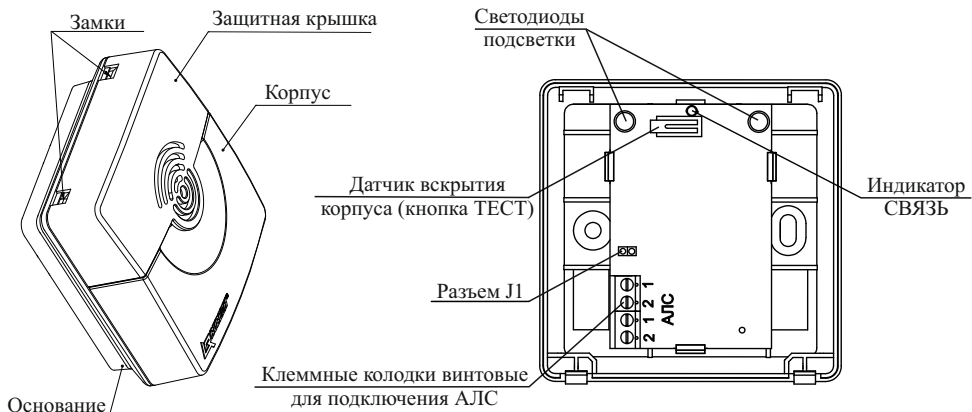

Рисунок 3
2.12 Для информации о состоянии ОПОП предусмотрен оптический индикатор СВЯЗЬ (рисунок 3). Режимы индикации приведены в таблице 1.
5.5 Для установки ОПОП необходимо отжать замки и аккуратно отсоединить корпус вместе с защитной крышкой от основания, после чего отсоединить пьезоэлемент от разъема J1 на плате (рисунок 3 и 4).